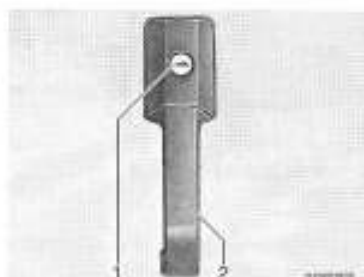

Fig. 27 Serrure de la porte cellule, à l'extérieur
- Insérer la clé dans le barillet (Fig. 27,1) et la tourner jusqu'à ce que la serrure de la porte soit déverrouillée.
- Tirer sur la poignée de la porte (Fig. 27,2). La porte est ouverte.
- Insérer la clé dans le barillet (Fig. 27,1) et la tourner jusqu'à ce que la serrure de la porte soit verrouillée.